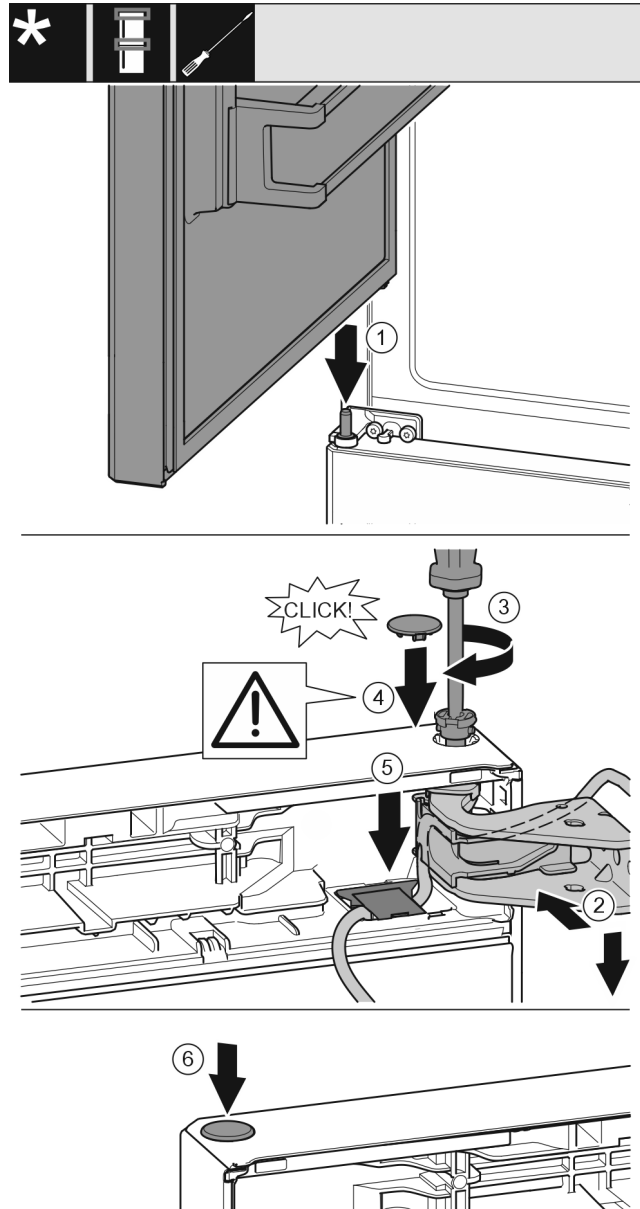

Fig. 42
- ▶ Anbring den øverste dør på den midterste hængselbolt. Fig. 42 (1)
- ▶ Justér døren foroven i forhold til åbningen i hængselbukken. Fig. 42 (2)
- ▶ Sæt boltten i, og skru den fast med skruetrækker T15. Fig. 42 (3)
- ▶ Monter sikringsafdækningen for at beskytte døren: Anbring sikringsafdækningen, og kontrollér, om den hviler på døren. Hvis dette ikke er tilfældet, skal boltten sættes helt i. Fig. 42 (4)
- ▶ Sæt afdækningen i igen, og tryk den nedad, indtil den går i hak. Fig. 42 (5)
- ▶ Sæt propperne i. Fig. 42 (6)